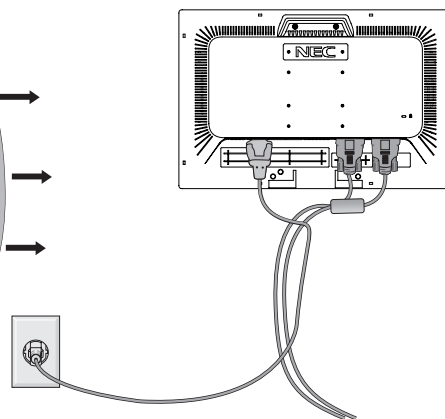

Figura R.3
4. Conecte todos los cables a la parte posterior del monitor (**figura R.3**).